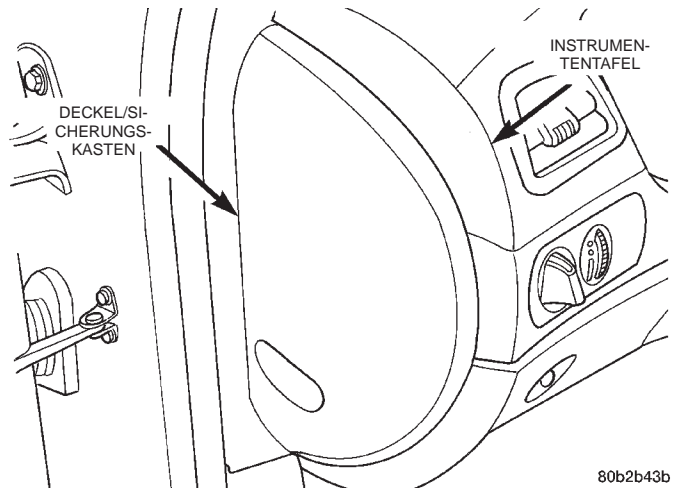

Abb. 3 Deckel/Sicherungskasten
(2) Deckel des Sicherungskastens vom linken Ende der Instrumententafel abnehmen (Abb. 3).